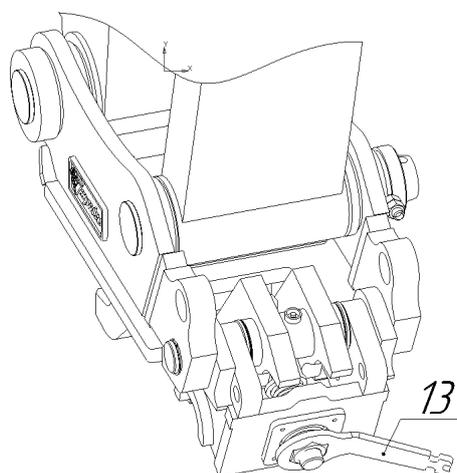

Рис. 6
3. Специальным ключом 13 откручивая гайку 12 перевести захват 2 в открытое положение (рис. 6)